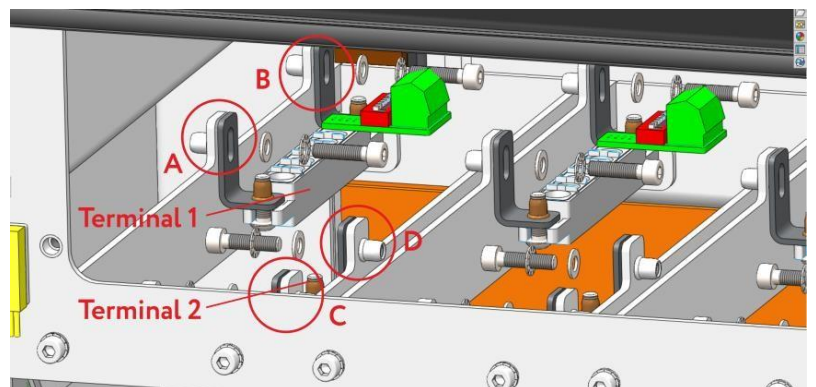

Рисунок 5.18. Підключення модулів
10. Зніміть кріплення в місцях А, В, С, D. Встановіть модуль у комірку згідно з маркуванням та підключіть до модуля клеми 1 та 2 (рис. 5.18).